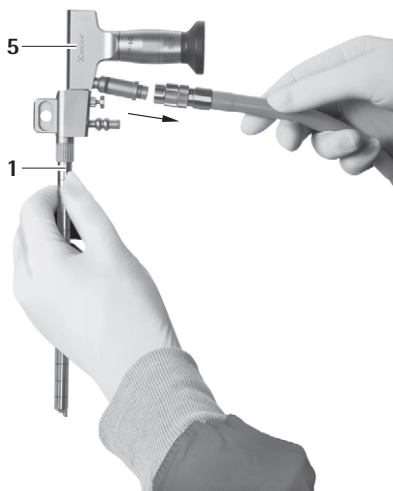
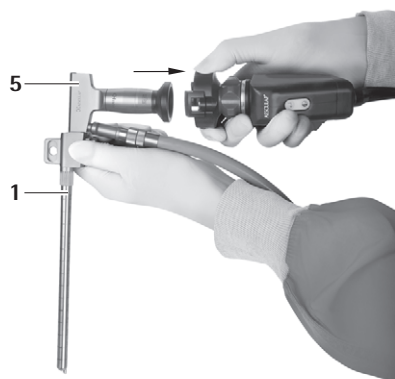

Рис. 7
Рис. 6
- ▶ Отсоединить камеру и световой кабель от эндоскопа 5, см. Рис. 6 и см. Рис. 7.